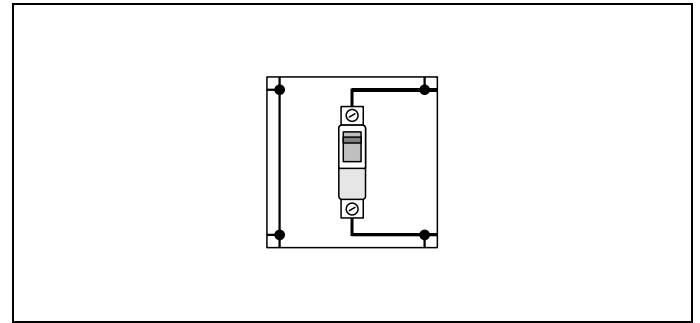

Fig. 2
2.2 Coupe-circuit STE (582 83); voir Fig. 2
3.2.1 Disjoncteur différentiel STE (582 83) (fig. 2)